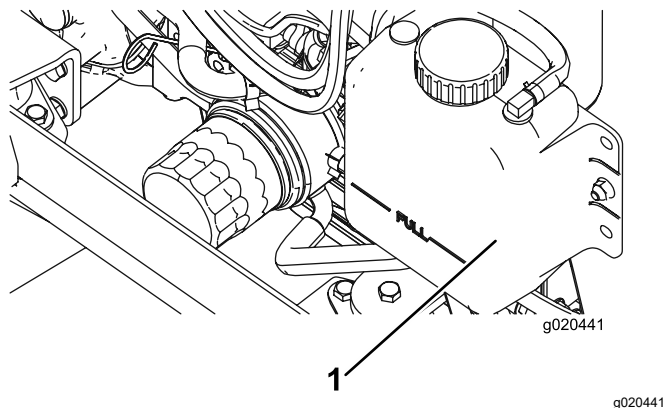

Рисунок 118
- Осторожно снимите крышку радиатора и крышку расширительного бачка (Рисунок 118).